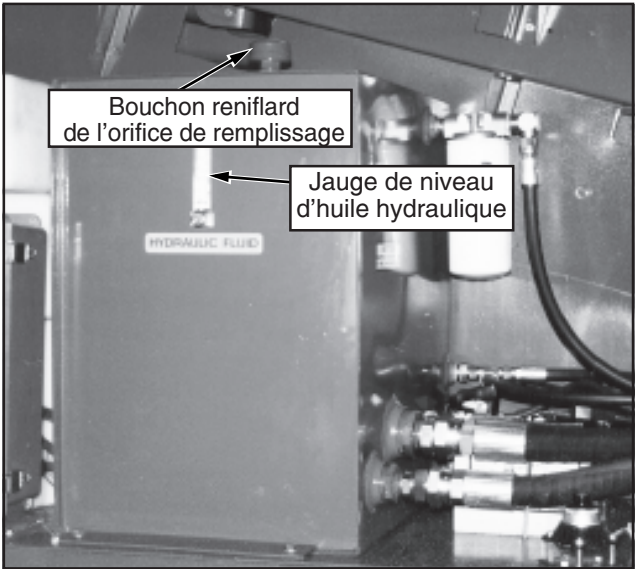

Figure 12 : Réservoir d'huile hydraulique
- Ouvrir le carter du revolver gauche, et vérifier le niveau d'huile hydraulique par la jauge de niveau d'huile, le bras articulé à flèche étant escamoté et rentré. Le moteur peut tourner ou être coupé. (Voir figure 12.)